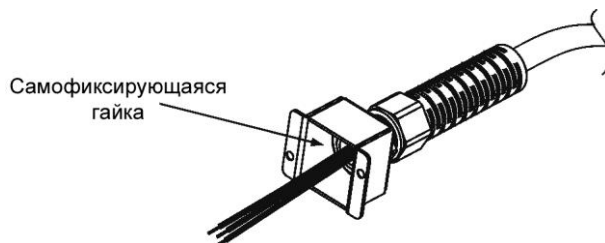

Рис.3-2: Зачищенные провода, установленные в разгрузочной муфте
3. Наденьте винтообразную муфту на кабель переменного тока. Пропустите зачищенные провода сквозь разгрузочную муфту, пока внешняя оболочка кабеля не окажется заподлицо с кромкой муфты. Затяните (16-18 фунтов/дюйм) трубку на муфте, удерживая кабель на месте. Теперь кабель надежно закреплен в разгрузочной муфте. Смотрите Рис.3-2.